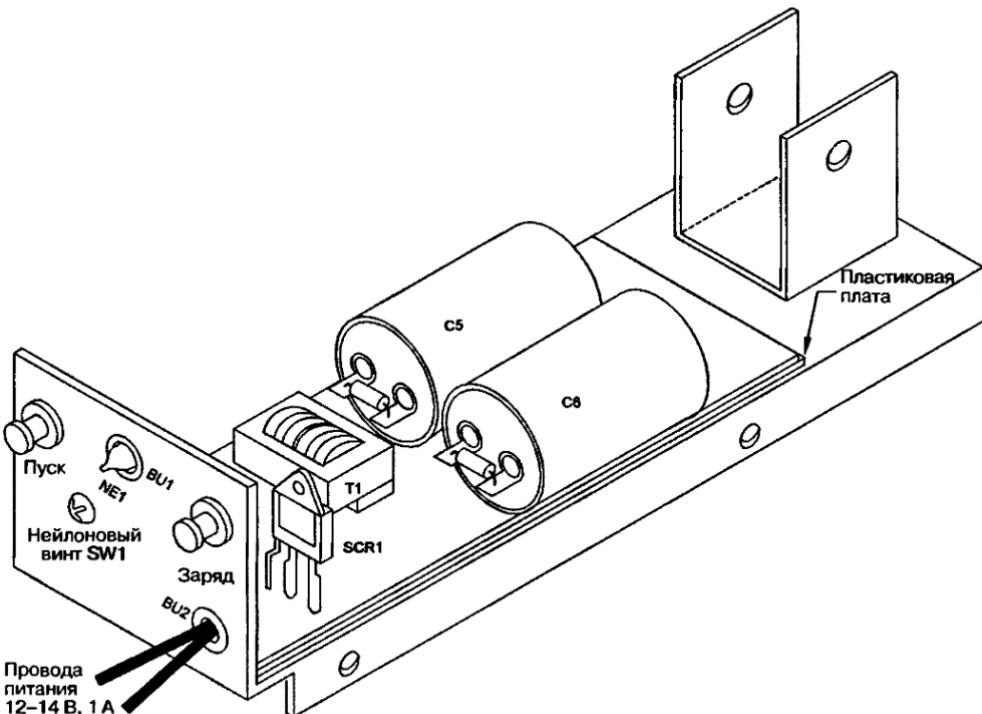
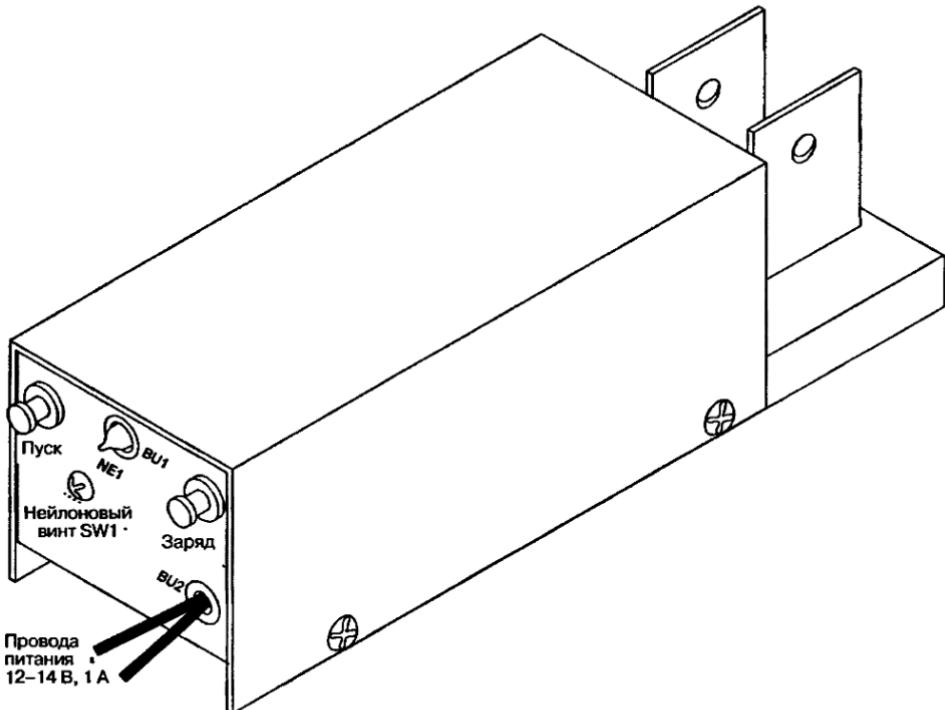

Рис. 2.7. Устройство в сборе без крышки
Рис. 2.8. Общий вид устройства в сборе
5. Общий вид устройства в сборе без крышки показан на рис. 2.7, а с закрытой крышкой – на рис. 2.8. Обратите внимание на правильную установку транзистора Q1 с использованием изолирующей слюянной прокладки (см. рис. 2.3), чтобы Q1 не выходил за габариты крышки и не касался ее.